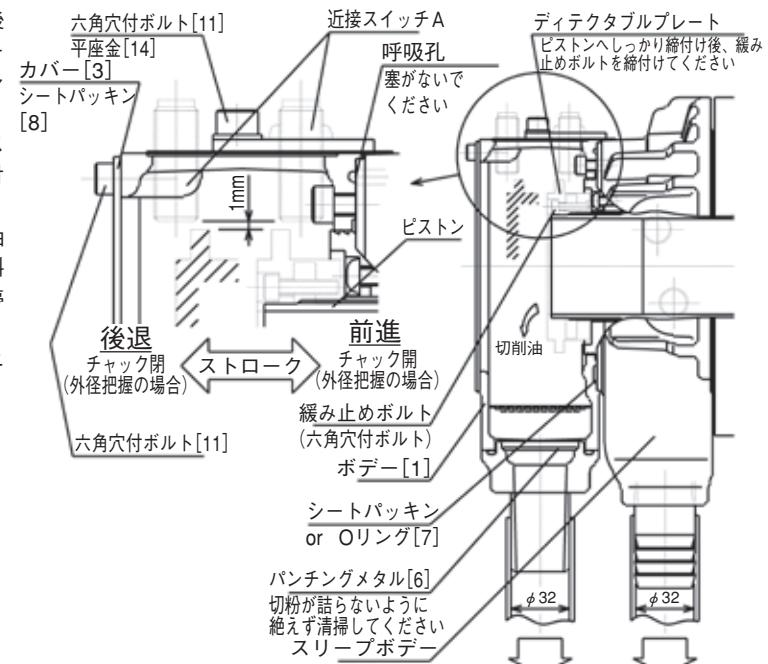
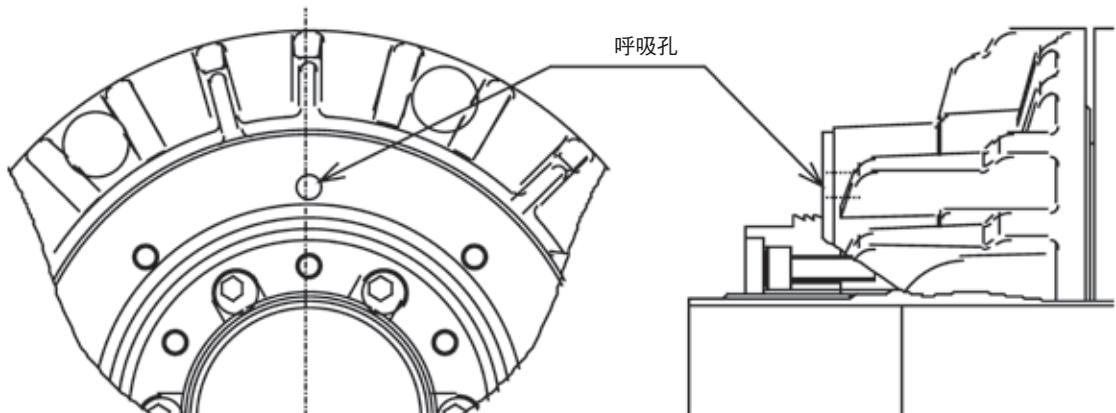

図 6
図 7
- (内径 $\phi 32$) (図6)
近接スイッチの位置調整については下記の手順で行ってください。(図6)
- 北川鉄工所以外で製作したクーラントコレクタを使用の場合、呼吸孔を塞がないこと。（図6、図7）呼吸孔を塞ぐとスリーブボディーから作動油が漏れ、火災につながる恐れがあり危険である。
- 切削油がクーラントコレクタから溢れ出た場合、スリーブボディー側へ切削油が混入します。切削油がクーラントコレクタ内に溜まらないよう絶えずパンチングメタル [6] を清掃し切粉詰りに十分注意すること。（図6）